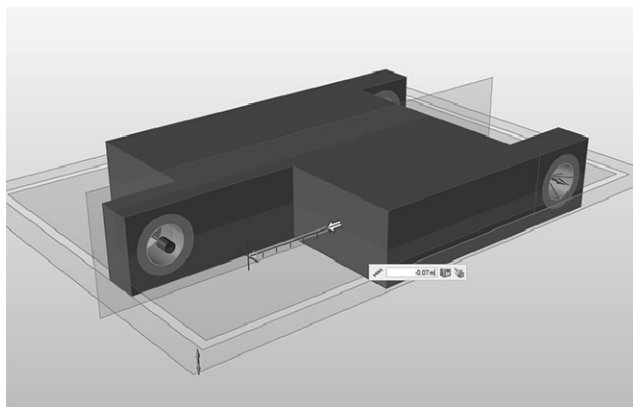

图 5-51
- 3) 右击并拖曳模型，使其重新调整至如图 5-51 所示的位置，然后单击模型右前面，并将其向内推进 0.07 m，使设计空间处于不对称状态。